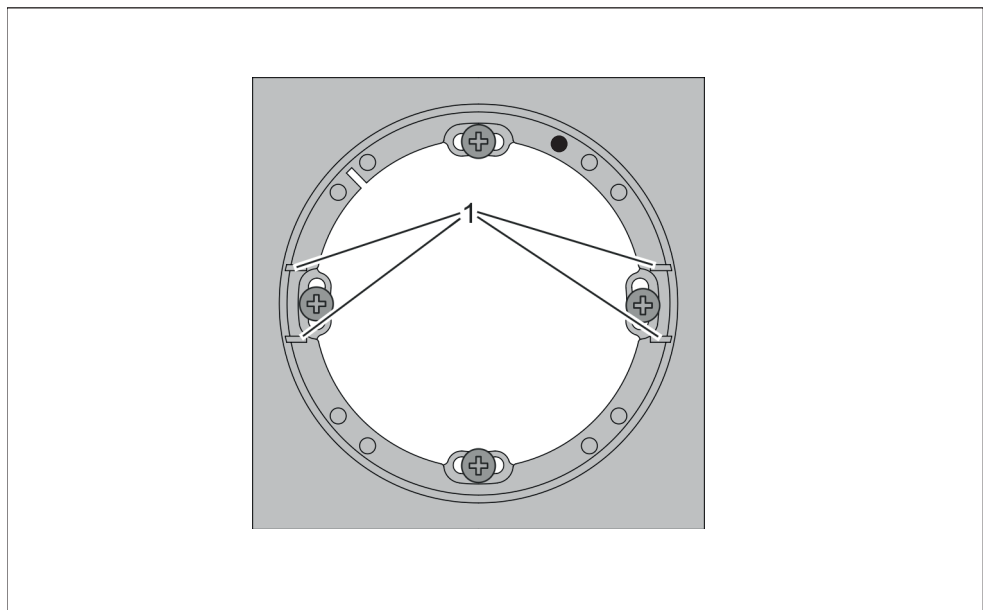

Fig. 9 : Cadre
2. Visser le cadre du WT 210 au boîtier d'interrupteur pré-installé. Veiller à ce que le marquage noir en haut à droite et les rails de support (Fig. 9/1) pour le lecteur se trouvent à droite et à gauche.